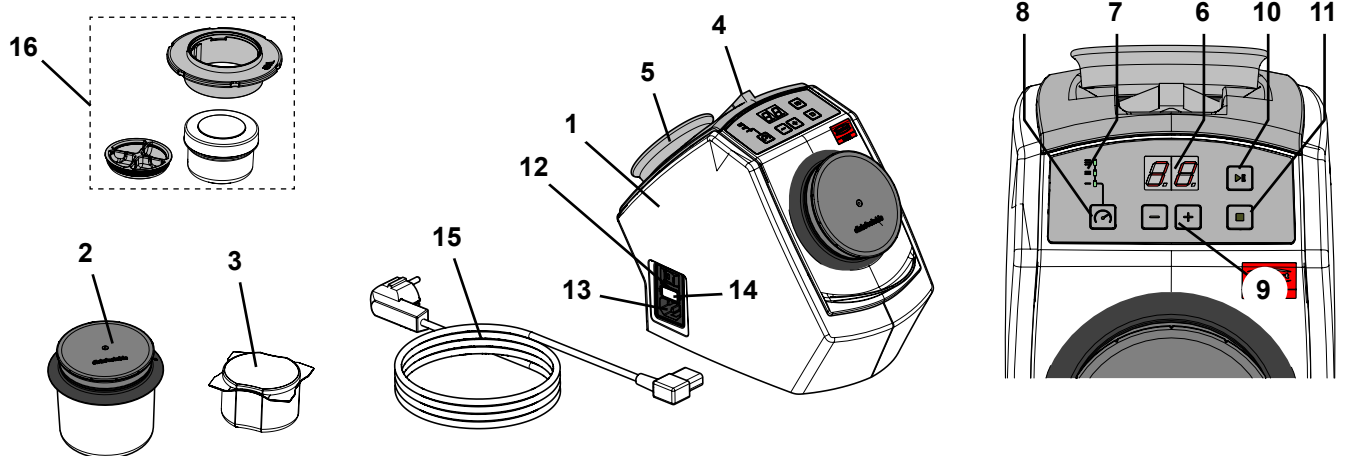

Fig. 1
- ▶ Holdemagneten (Fig. 1, pos. 5) inneholder bly.
- ⇒ Plasser den medfølgende pinsetten og holdemagneten i utsparingene på baksiden av apparatet (Fig. 1).
- ⇒ Velg nettkabel (15, Fig. 1) og nettstøpsel passende til ditt land.
- ⇒ Stikk nettkabelen inn i nettkoblingen (13, Fig. 1).
- ⇒ Slå på apparatet på strømbryteren (12, Fig. 1).
- ⇒ Fyll rengjøringsbegeret (2, Fig. 1) med 75 g rengjøringsnåler (tilsvarer en forpakning).
- ⇒ Fyll SYMPRO mini-begeret (tilbehør) (16, Fig. 1) med ~ 5 g rengjøringsnåler.